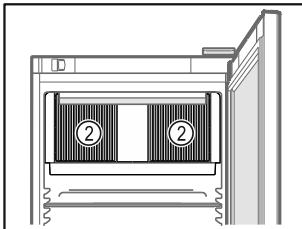

Fig. 61
- Păstraţi libere fantele de ventilaţie Fig. 61 (2) ale suflantei de recirculare a aerului din interior.